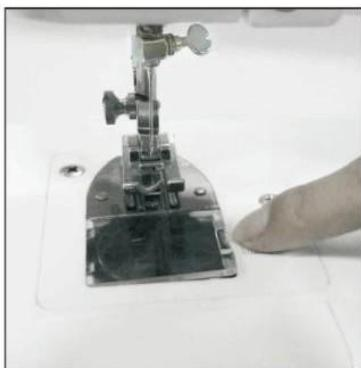

Рисунок 7
- 1) Сдвиньте кнопку крышки отсека шпулок вправо и снимите крышку (Рисунок 7).